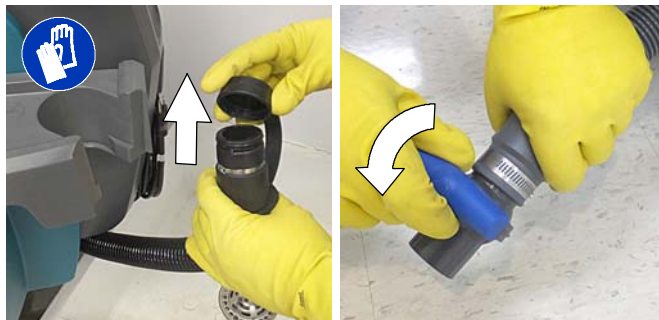

ABB. 84
2. Halten Sie bei Modellen mit Ablassschlauchverschluss den Schlauch nach oben, entfernen Sie den Verschluss und senken Sie den Schlauch langsam ab, um ihn zu entleeren. Senken Sie bei Modellen mit Ablassschlauch mit Durchflussregelventil den Schlauch ab und öffnen Sie zum Entleeren langsam das Ventil (Abbildung 84).